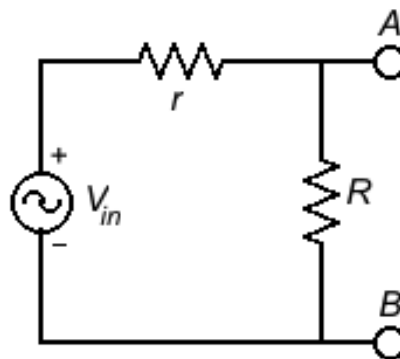

Figura 9: Circuito equivalente bajo la suposici3n que el di3do ideal est3 en directa
- Cuando $V_{in} > 0$ (semiperiodo positivo), el di3do est3 en directa y deja pasar la corriente. Al tratarse de un di3do ideal, podemos decir que act3a como un cortocircuito puro ($\Delta V = 0$), tal como encontrar3is explicado en el apartado 4.1 del m3dulo 'circuitos RLC'. Nos queda el circuito de la figura 9,